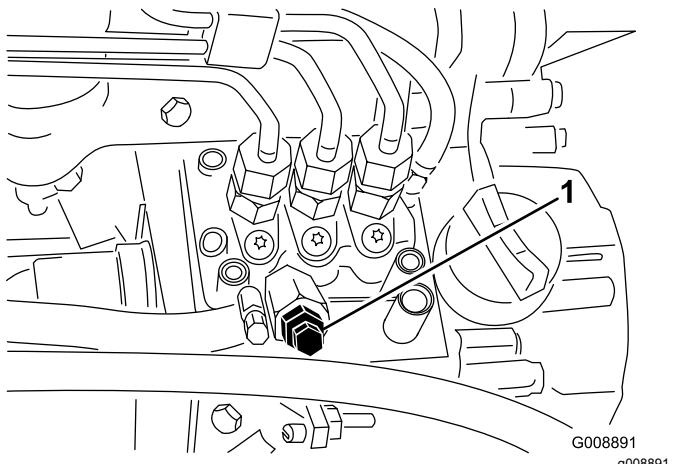

図 31
3. 燃料噴射ポンプについているエア抜きねじ図 31 をゆるめる。